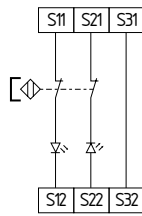

Fig. 19
**Control de dos canales de interruptores magnéticos de seguridad según EN 60947-5-3 (véase fig. 19)**